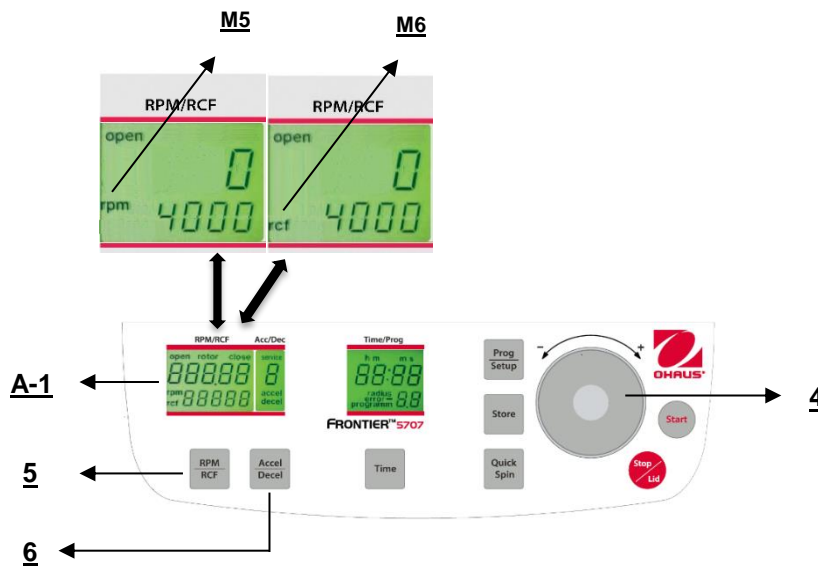

Figura. 16
Esta preselección se activa con el botón "RPM/RCF" (5) (consulte la Figura 16 enseguida). Al presionar el botón una vez, destella la palabra "rpm" (M5). Al presionar el botón dos veces, se puede seleccionar la preselección de las fuerzas centrífugas. Entonces aparece la palabra "rcf" (M6). Puede configurar los valores deseados con el dial de ajuste (4). En la pantalla (A-1) aparece permanentemente el valor regulado, antes, durante y después de la operación.